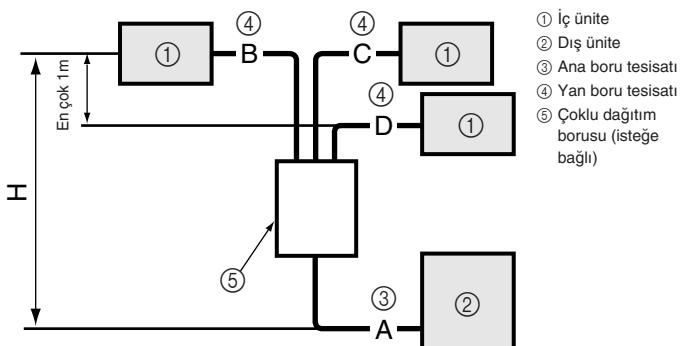

Fig. 5-7
5.6. Soğutucu madde eklenmesi (Fig. 5-7)